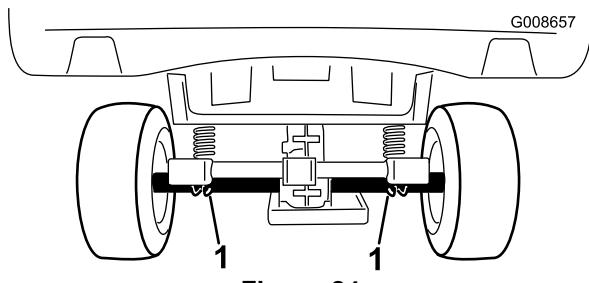

Figura 24
- Il punto di sollevamento dietro la macchina si trova sotto i tubi dell'assale (Figura 24).